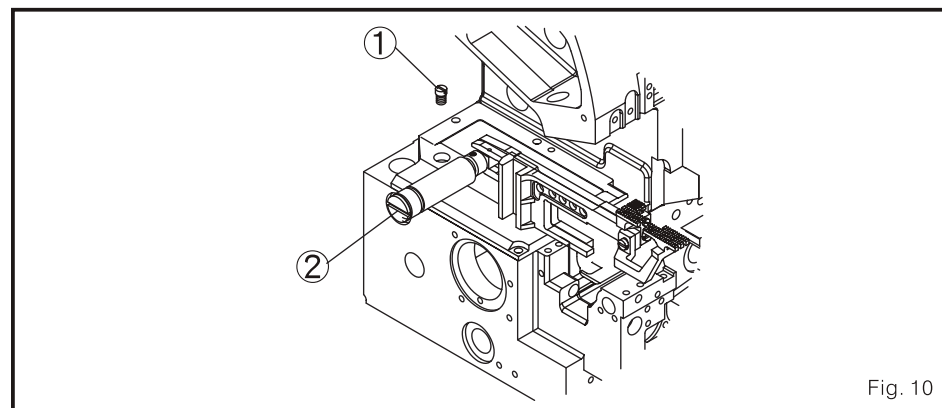

Fig. 10
2. ajusta o transportador denteado horizontalmente (Fig. 10)